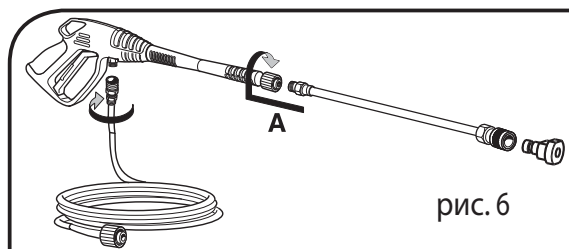

рис. 6
2. Соединить линию высокого давления с распылительным пистолетом. Установить струйную трубку на распылительный пистолет (рис.6). Вставить сопло (рис.2A).